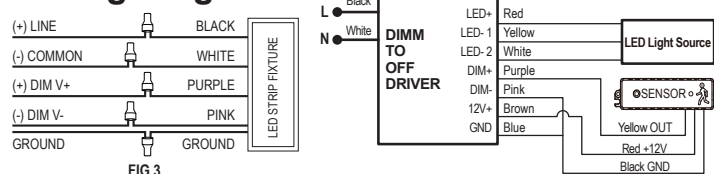

FIG 3
3. Adjust and reverse the cable gland at one end of the enclosure. Insert a flexible power cable (not included) through the gland, ensuring enough stripped cable length inside the housing. Tighten the gland. Refer to "Electrical Connection" (see Fig. 3).
- Retirez et inversez le presse-étoupe de câble situé à une extrémité du bâti. Insérez le câble d'alimentation flexible (non inclus) à travers le presse-étoupe de câble en laissant une longueur suffisante de câble dénudé à l'intérieur du boîtier et serrez le presse-étoupe de câble. Raccordement électrique. Voir la Figure 3.